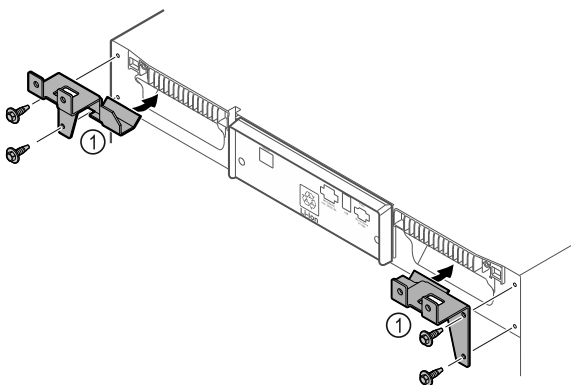

Fig. 8
- ▶ Montați piesele de fixare Fig. 8 (1) pe aparat cu ajutorul șuruburilor incluse.